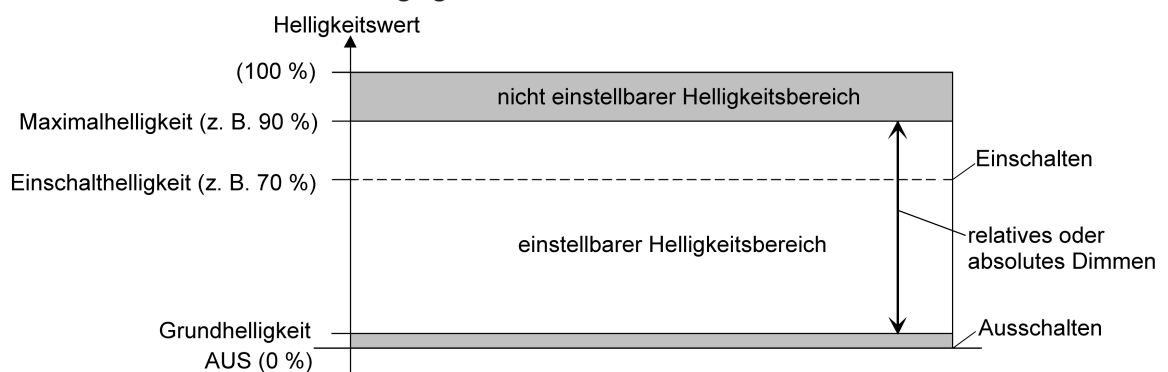

Bild 11: Beispiel eines Helligkeitsbereiches mit Grundhelligkeit
- Die untere Helligkeitsgrenze wird durch die Grundhelligkeit eingestellt (siehe Bild 11):